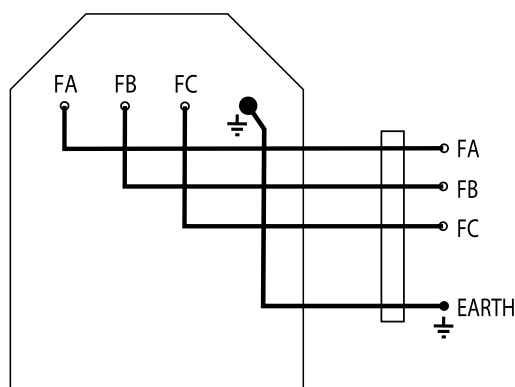

Рис. 5.1 Схема подключения аппарата к сети
**ВНИМАНИЕ!** Подключение аппарата к сети производится по четырехпроводной (рис.5.1) схеме кабелем сечением не менее 4мм2.